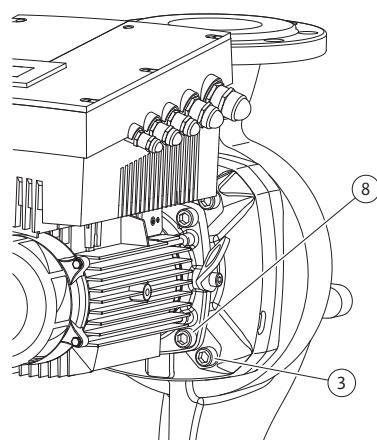

Fig. 52: Opciono pričvršćivanje utičnog sklopa
11. Olabaviti zavrtnje (Fig. 7, poz. 3) i ukloniti ih. U zavisnosti od tipova pumpi, skinuti i spoljne zavrtnje (Fig. 52, poz. 3). Nakon uklanjanja zavrtnjeva, utični sklop (vidi Fig. 13) ostaje bezbedno u kućištu pumpe, a u horizontalnom položaju vratila motora takođe ne postoji opasnost od prevrtanja.
22. Laternu pažljivo navući na vratilo i pozicionirati je u stari, odn. drugi željeni ugaoni položaj u odnosu na prirubnicu motora. Pritom voditi računa o dozvoljnim položajima ugradnje komponenata (vidi poglavlje 7.1 „Dozvoljeni položaji ugradnje i promena rasporeda komponenata pre instalacije“ na strani 19). Laternu pričvrstiti pomoću zavrtnjeva (Fig. 7, poz. 10) ili – kod tipova pumpi/tipova laterni (Fig. 52) – pomoću zavrtnjeva (Fig. 52, poz. 8) na prirubnicu motora.